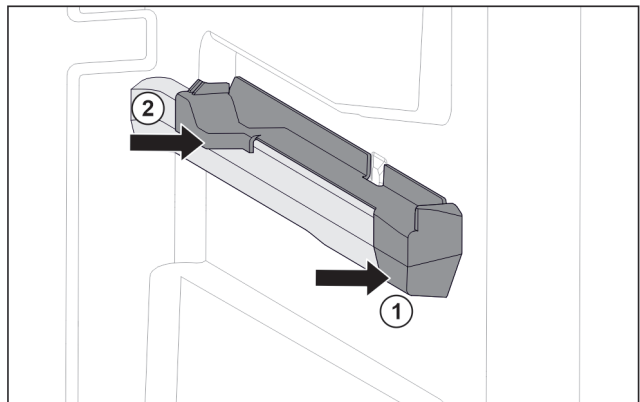

Fig. 62 Aufsteckteil auf der rechten Behälterterrippe
- Aufsteckteil vorne an Behälterterrippe ansetzen. Fig. 62 (1)
- Aufsteckteil hinten andrücken. Fig. 62 (2)